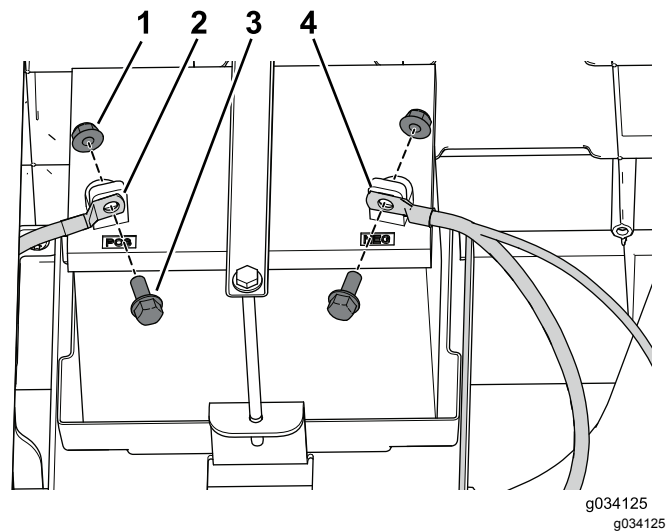

Рисунок 7
7. Отсоедините от аккумуляторной батареи сначала отрицательный (-), а затем положительный (+) кабель (Рисунок 7).
3. Закрепите кабели аккумулятора с помощью 2 болтов и 2 гаек, снятых ранее, и подсоедините клеммы аккумулятора (Рисунок 7).